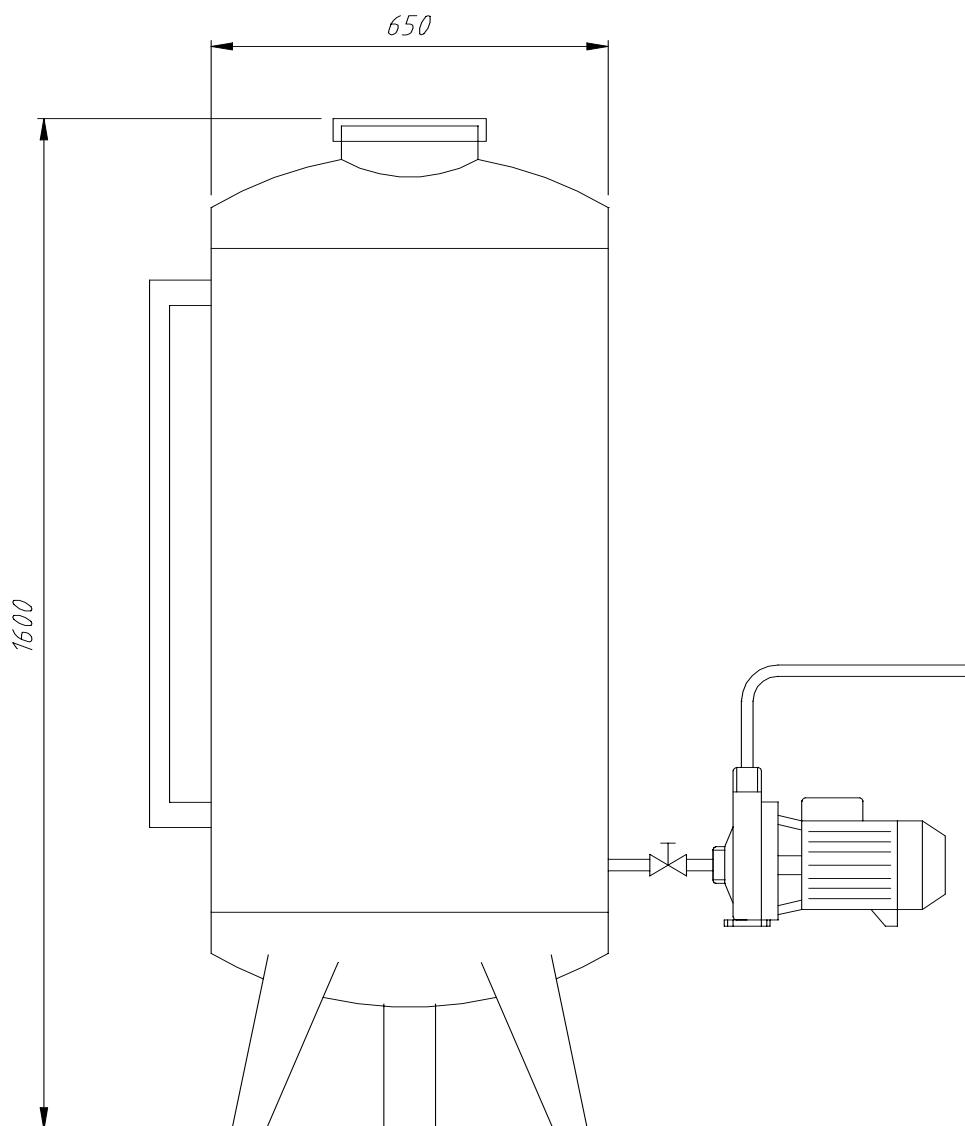

**Fig. 24 SERBATOIO CARICAMENTO GLICOLE / RESERVOIR CHARGEMENT GLYCOL
Serbatoio in acciaio zincato a caldo completo di pompa e densimetro per antigelo; livello visivo e quadro elettrico per caricamento e/o reintegro automatico d'acqua glicolata nel circuito (fig 24).
*Réservoir en acier zingué à chaud pourvu de pompe, densimètre antigel, niveau visuel et tableau électrique pour chargement et/ou rétablissement automatique de l'eau avec glycol dans le circuit (fig24).*